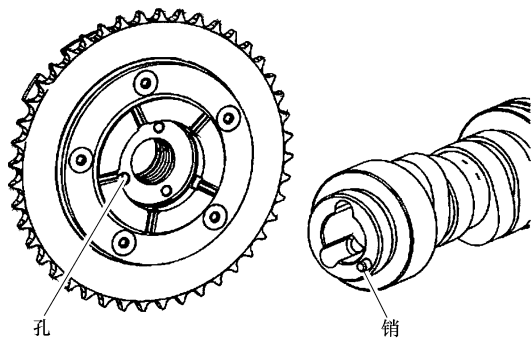
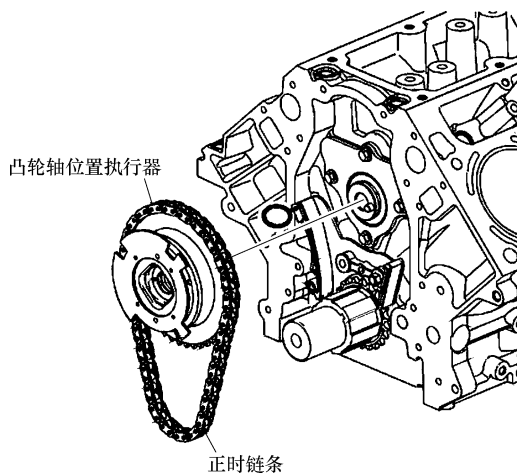

图 20-16 凸轮轴执行器孔对齐凸轮轴销
图 20-17 凸轮轴位置执行器和正时链条识别
8) 安装凸轮轴位置执行器和正时链条，使凸轮轴执行器孔对齐凸轮轴销，如图 20-16 所示。使凸轮轴位置执行器（图 20-17）准确落座在凸轮轴销上。